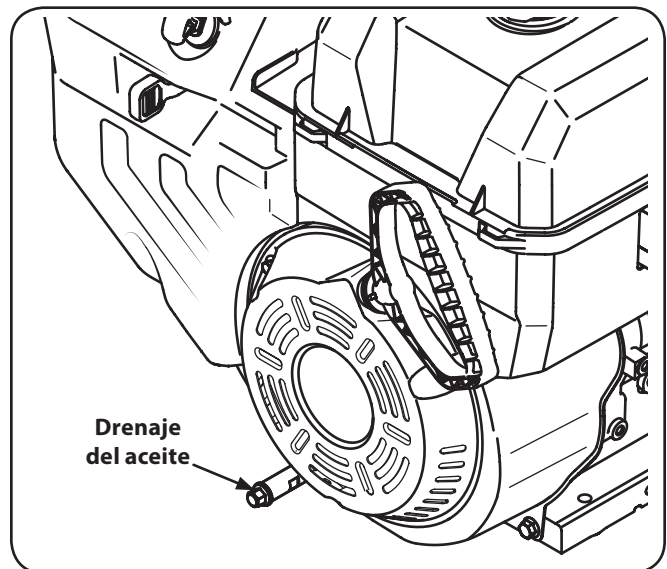

Figura 6-3
**NOTA:** Dependiendo del modelo de motor que tenga, el tapón de aceite puede ser colocado de forma diferente. Estas posiciones incluyen en la parte frontal y / o parte posterior del bloque, o como un tubo extendido. Los ejemplos se muestran en la figura. 6-3.